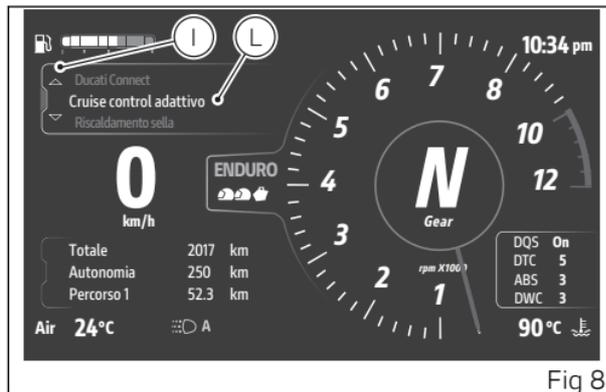

Fig 8
- Selezionare l'Interactive Menu (I, Fig 8) tenendo premuto a lungo il joystick in posizione ▲.
- Tramite joystick ▲ ▼ selezionare la voce "Cruise control adattivo" (L, Fig 8) e premere ENTER.